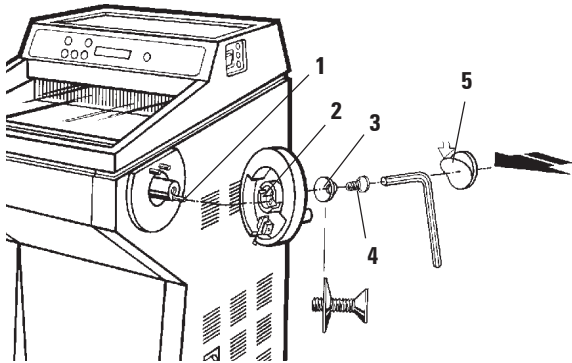

Abb. 5
- Stift (1) der Handradachse in Bohrung (2) des Handrades einsetzen.
- Federscheibe (3) wie in **Abb. 5** gezeigt auf Schraube (4) aufsetzen.
- Schraube (4) mit Inbusschlüssel (5 mm) festziehen.
- Abdeckscheibe (5) (selbstklebend) anbringen.